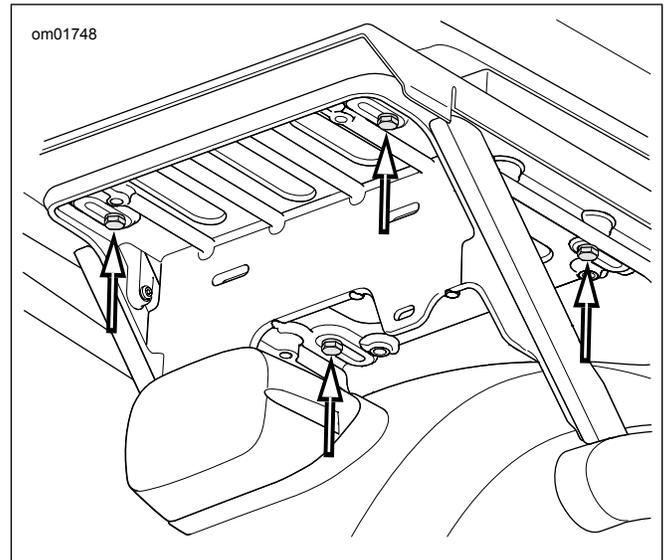

Figura 4. Parafusos da braçadeira do Tour-Pak (APC/modelos China)
- c. **Modelos APC:** ver Figura 4 . Remova os quatro parafusos, arruelas planas e placa adaptadora do suporte. Deslize para a frente para soltar L-ganchos.